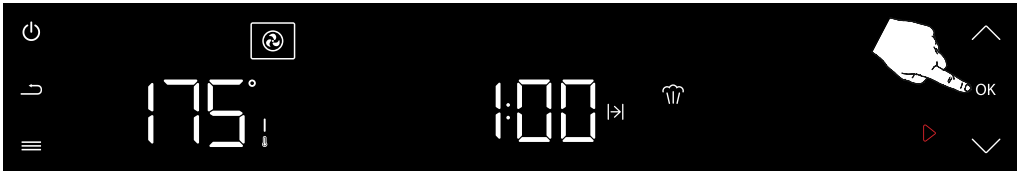

Abbildung 50
Nachdem alle Einstellungen vorgenommen wurden, wird die Dampfgarfunktion durch einen langen Druck auf die Bestätigungstaste (OK) gestartet. (siehe Abbildung 50)